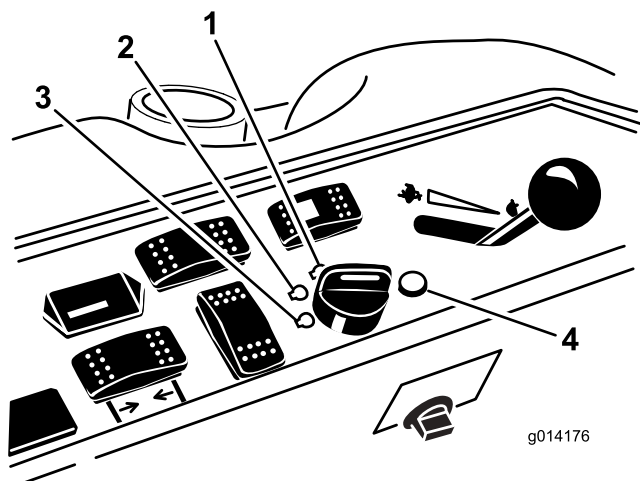

図 10
6. キーを RUN 位置に回す図 10。
3. キーを OFF 位置に回す図 10。すべての部分が完全に停止してから運転席を立つ。